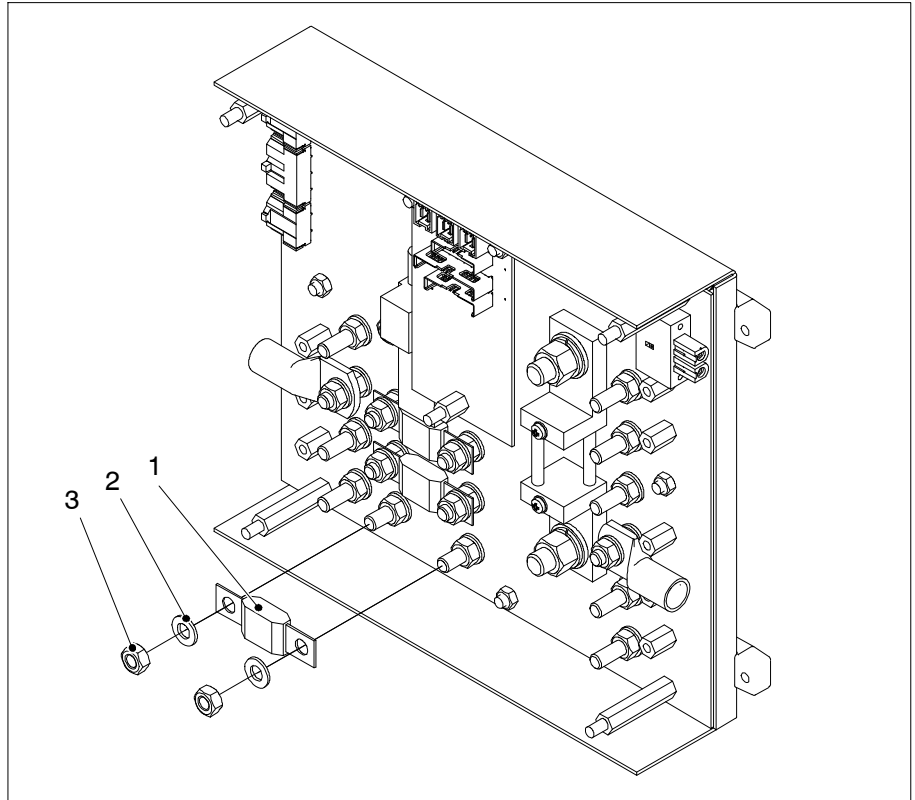

Bild 2 Einbau MEGA-Fuse
- Die neue MEGA-Fuse (Abb. 2 Pos. 1) aufsetzen.
- Die beiden Unterlegscheiben (Abb. 2 Pos. 2) aufsetzen.
- Die beiden Muttern (Abb. 2 Pos. 3) aufsetzen und **von Hand anziehen**.